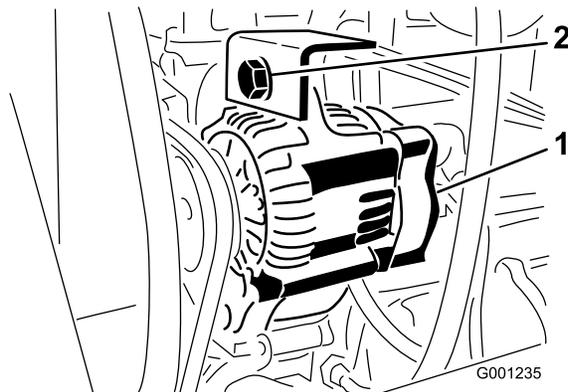

図 77
2. オルタネータの取り付けボルトをゆるめる 図 77。
3. オルタネータベルトの張りを調整し、ボルトを締め付ける 図 77。